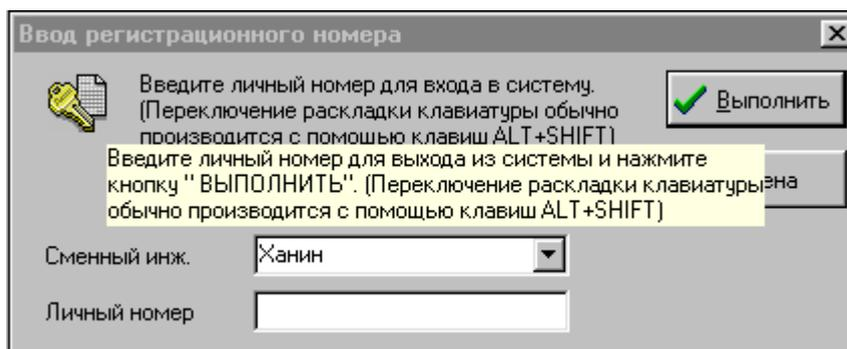

Рисунок 11 - Форма отмены регистрации сменного инженера
- "Отмена регистрации" (рисунок 11);